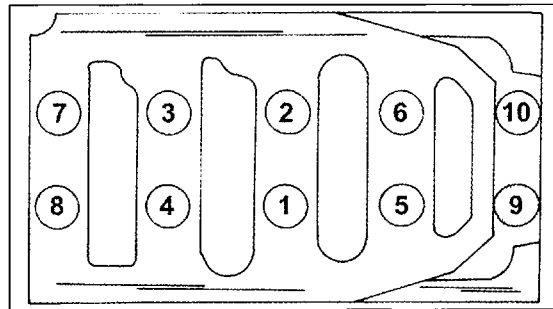

Bild 55
- Die 10 Schrauben einsetzen und einstweilen handfest anziehen. Danach in der in Bild 55 gezeigten Reihenfolge auf ein Drehmoment von 80 Nm und beim zweiten Durchgang auf 16 Nm anziehen. Dies gilt für einen 2.5-Liter-Motor. Wird ein 2.8-Liter-Motor zusammengebaut, werden die Schrauben mit 50 Nm